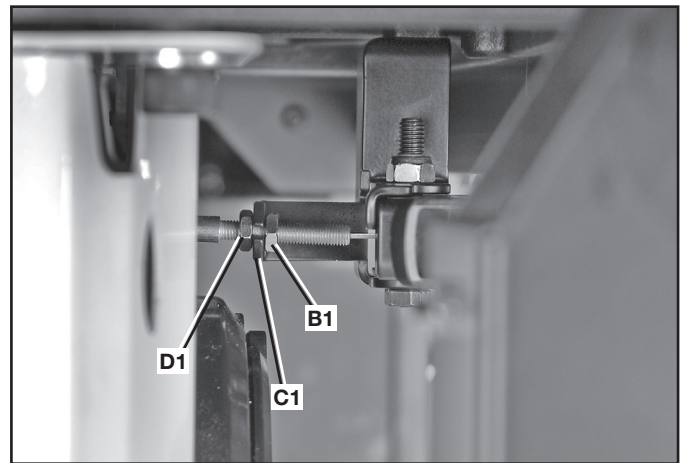

FIG. 51
1. Con una llave abierta de 7/16 pulg., quite la tuerca (B1), Fig. 51, (ubicada debajo de la guía en la parte frontal de la sierra) del gabinete de la sierra.